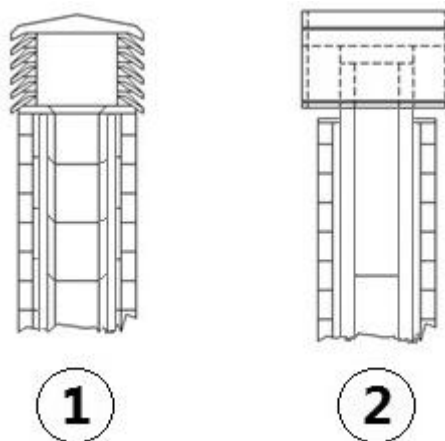

Fig. 5 - Schornstein mit Windschutz
- Es wird ein Schornstein mit Windschutz empfohlen, siehe **Fig. 5**.
- Externer Rauchabzug, nur aus isolierten Stahlrohren realisiert, d.h. mit Doppelwand mit min. Ø100/120 mm: alles gut an der Wand verankert. Mit Windschutz-Schornstein (siehe Fig. 5).